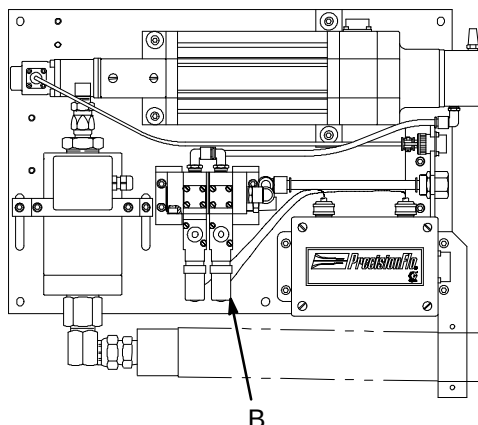

Fig. 29
5. Voir Fig. 29. et effectuer les opérations suivantes pour ouvrir le dispositif de distribution et relâcher la pression produit:
- a. Actionner manuellement le plongeur sur l'électrovanne (B) qui commandera l'ouverture du dispositif de distribution et ainsi relâchera la pression.